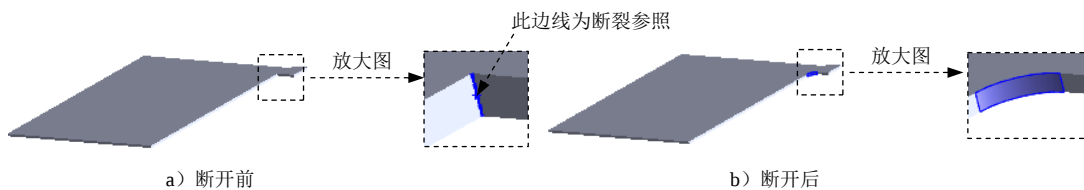

图 7.6.7 断开-边角 2
Step5. 创建图 7.6.7 所示的钣金特征——断开-边角 2。操作步骤参见 Step4，断开边角的边线如图 7.6.7a 所示，圆角半径值为 3.0。